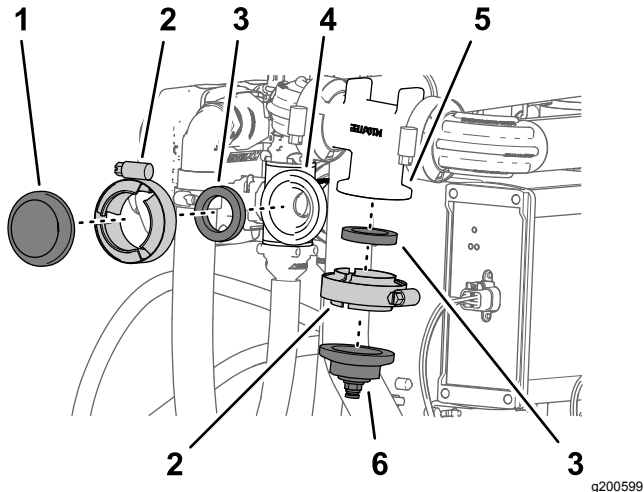

Figure 135
1. Retirez le collier bride assorti du joint qui fixe l'obturateur ordinaire à la bride de la vanne de buse 10 (Figure 135).